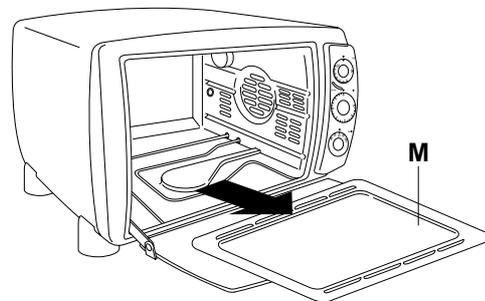

Abb. 11
Das Krümelblech (M) zu sich hin herausziehen (siehe Abb.11). Wenn Sie dabei Schwierigkeiten haben sollten, feuchten Sie einfach die Außenseiten des Blechs an. Den eventuell angesammelten Schmutz mit einem feuchten Tuch entfernen. Das Blech gut abtrocknen und anschließend **wieder einsetzen**.